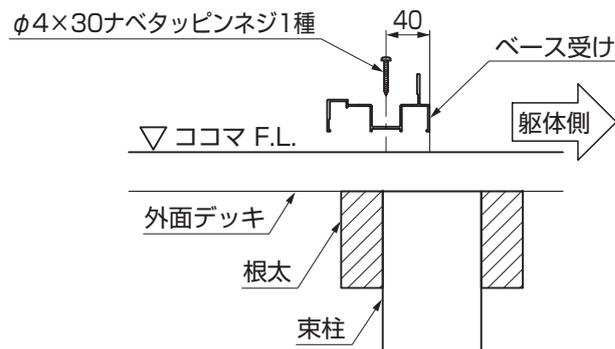

図2-2
①ベース受けを外面デッキに、「φ4×30ナベタッピンネジ1種」で取付けてください。(図2-2参照)